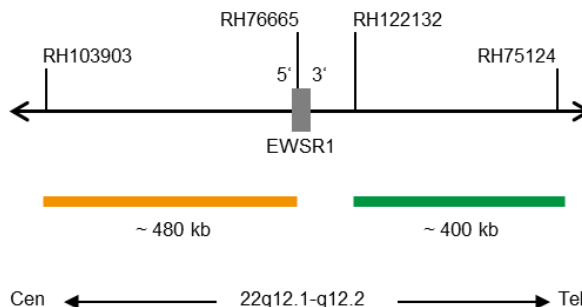

Abb. 1: SPEC EWSR1 Sondenlokalisierung (nicht maßstabsgetreu)
- ZyGreen (Anregung 503 nm/Emission 528 nm) markierten Polynukleotiden (~10 ng/μl), die gegen Sequenzen in 22q12.2* (chr22:29,779,841-30,179,900) gerichtet sind, welche distal zur EWSR1-Bruchpunktregion lokalisiert sind (siehe Abb. 1).
- ZyOrange (Anregung 547 nm/Emission 572 nm) markierten Polynukleotiden (~4,5 ng/μl), die gegen Sequenzen in 22q12.1-q12.2* (chr22:29,191,431-29,673,440) gerichtet sind, welche proximal zur EWSR1-Bruchpunktregion lokalisiert sind (siehe Abb. 1).